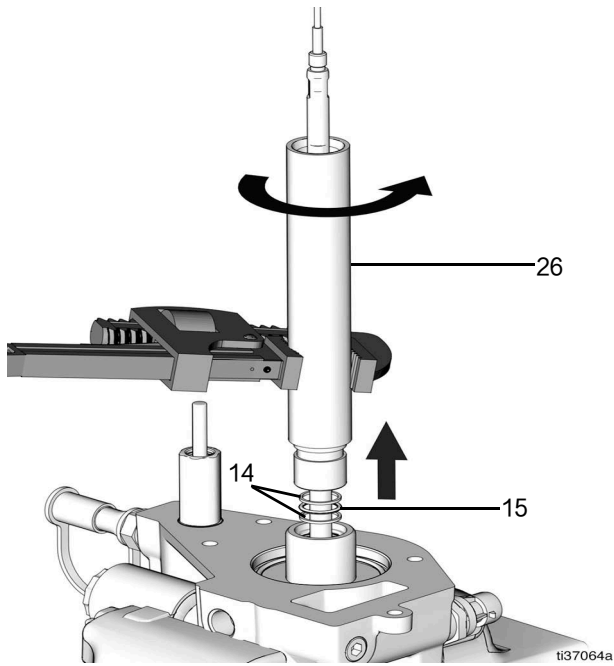

图 45
28. 松开并从顶部外壳上拆下延长管 (26)。卸下两个支撑环 (14) 和 O 形圈 (15) (图 45)。